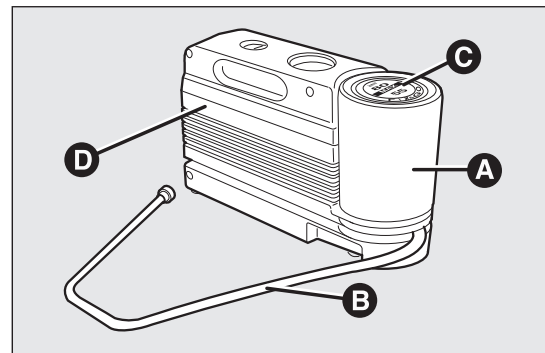

fig. 102
Il kit fig. 102 comprende:
- un compressore D fig. 102 completo di manometro e raccordi, reperibile nel vano;